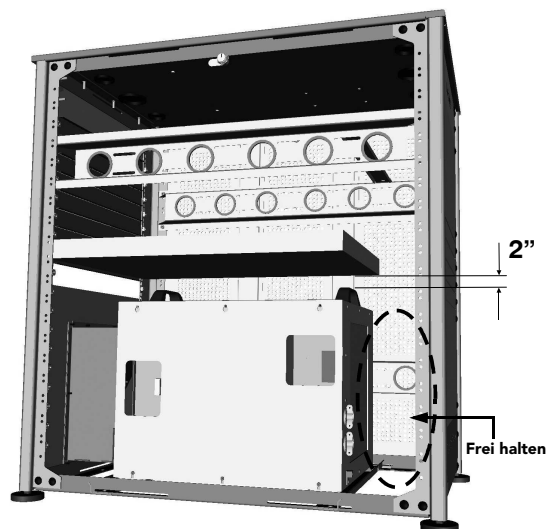

Abbildung 2-4
Siehe **Abbildung 2-4**.
- j. Lassen Sie beim Einbau anderer Komponenten in das Gestell zur einfacheren Wartung mindestens 5 cm Platz über den Handgriffen des Netzteils. Siehe **Abbildung 2-4**.